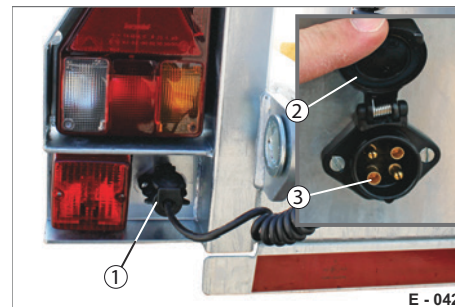

Abb. 30 Kennzeichenleuchte einstecken
- ▶ Öffnen Sie den Deckel der Dose (Abb. 30/1) und stecken Sie den Stecker (Abb. 30/3) hinein.